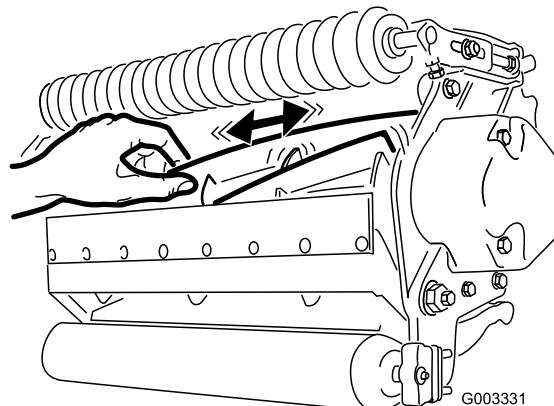

Figura 28
2. Utilizando um pano ou luva almofadada, segure lâmina do cilindro e tente mover o conjunto do cilindro de um lado para outro (Figura 28).